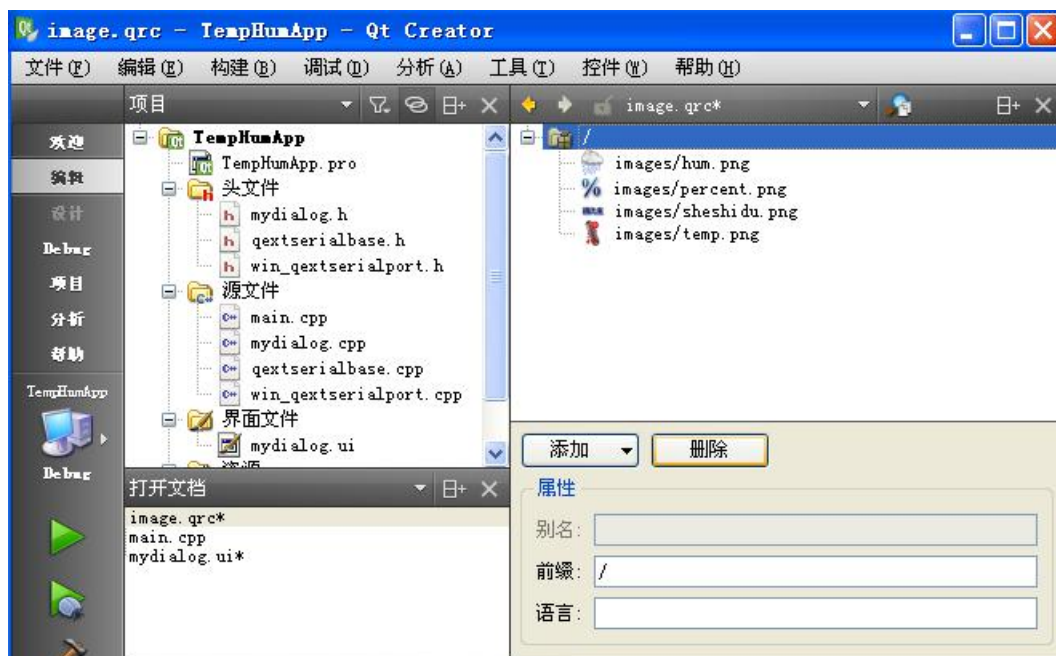

图 3-4 图片资源添加完成
4. 打开 image.qrc 资源文件，单击添加按钮，选择“添加前缀”，在前缀栏中输入“/”，添加了前缀之后，就可以往资源文件中添加资源文件了，依然选择单击“添加” “添加文件”。这里选择工程项目中 images 文件夹下的四个图片文件，添加完成之后，显示如图 3-4 所示的图片资源。